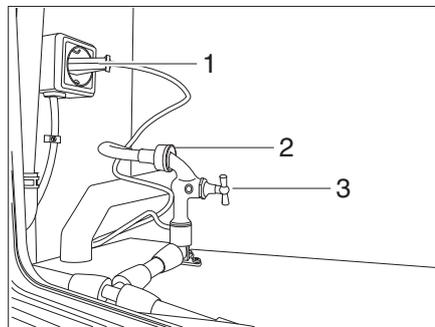

Bild 200 Anschluss Zerhackertoilette
- Wasserhahn der Zerhackertoilette (Bild 200,3) schließen.
- Leitungsschlauch am Bajonettverschluss der Toilette (Bild 200,2) entfernen.
- Zusätzlichen Ablassschlauch, welcher ins Freie führt, am Bajonettverschluss der Toilette (Bild 200,2) anschließen.
- Stecker (Bild 200,1) der Zerhackertoilette aus der Steckdose ziehen.